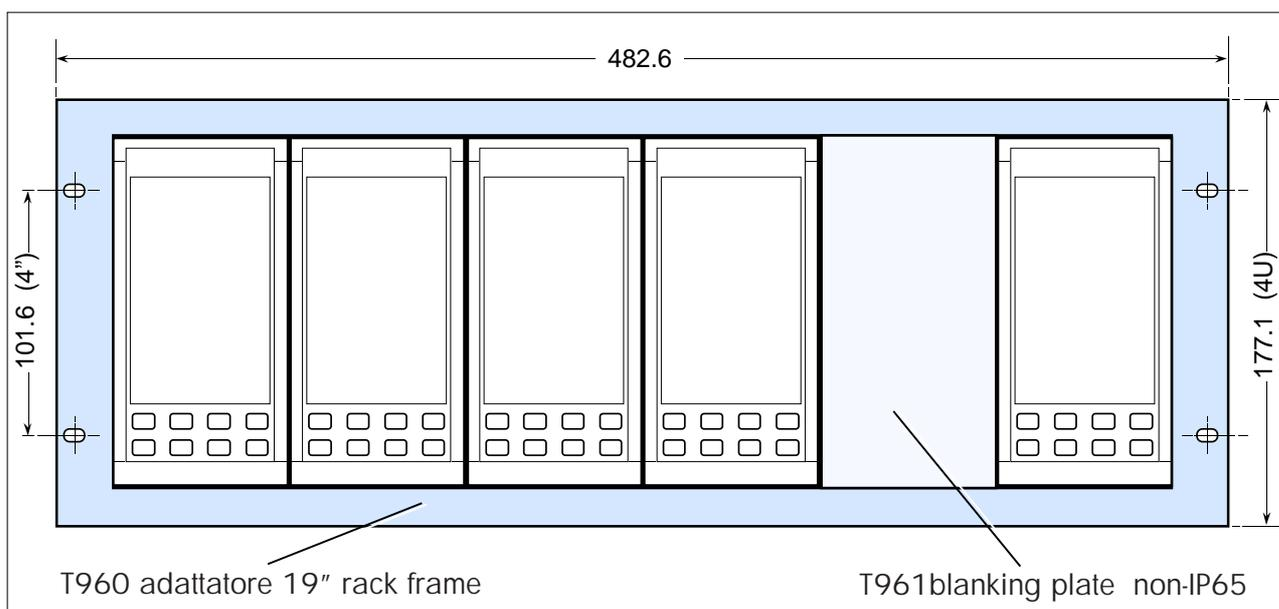

Fig.2-5 Uso di un pannello multidirezionale in aperture non-IP65
- Le custodie possono essere montate l'una accanto all'altra in aperture multidirezionali. La Fig. 2-5 mostra un esempio di 5 strumenti DIN43700 e di un pannello vuoto T961 montate su un adattatore T960 19" rack frame.
- I pannelli vuoti (di copertura) non-IP65 (T961) possono essere usati per aperture vuote in pannelli unidirezionali o posizioni vuote in aperture multidirezionali (Vd. Fig. 2-5).